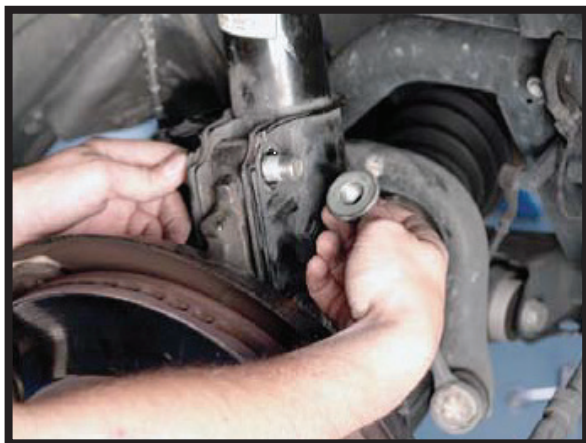
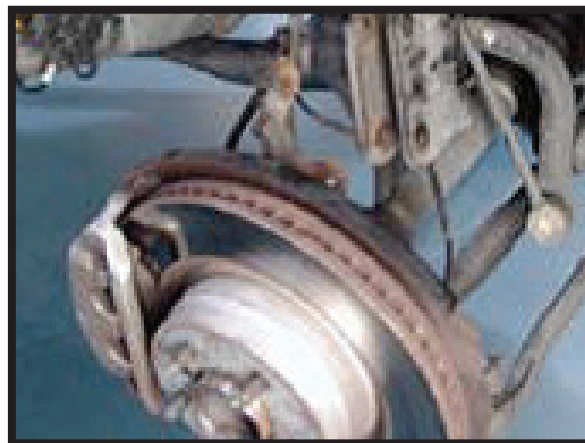

FIGURA 5
FIGURA 6
7. EXTRAIGA LOS DOS PERNOS GRANDES QUE SUJETAN EL PUNTAL AL CONJUNTO DEL HUSILLO. (FIGURA 5) CUANDO HAYA EXTRAÍDO LASTUERCAS Y LOS PERNOS DEL CONJUNTO DEL HUSILLO, TIRE DEL HUSILLO HACIA AFUERA MIENTRAS EMPUJA EL PUNTAL. (FIGURA 6)